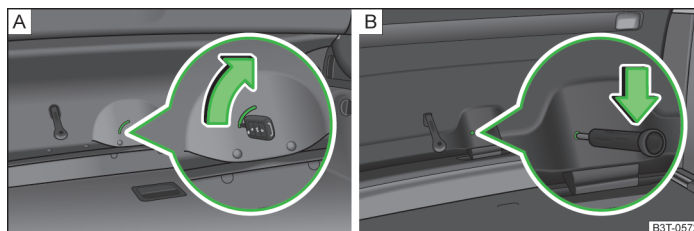

Fig. 196 Déverrouillage de secours : Superb / Superb Combi
- Insérez la clé dans la fente du revêtement jusqu'en butée » fig. 196 – [A].
- Insérez un tournevis ou un outil similaire dans l'ouverture de l'habillage jusqu'à la butée » fig. 196 – [B].